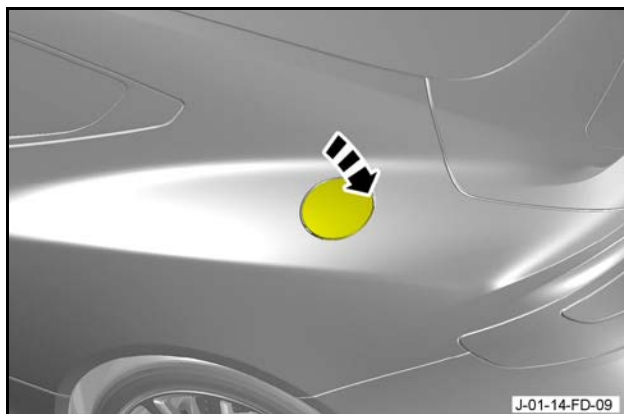

Figure 12
18. Fermez la trappe à carburant et vérifiez que le mécanisme de la trappe à carburant fonctionne correctement (voir Figure 12).